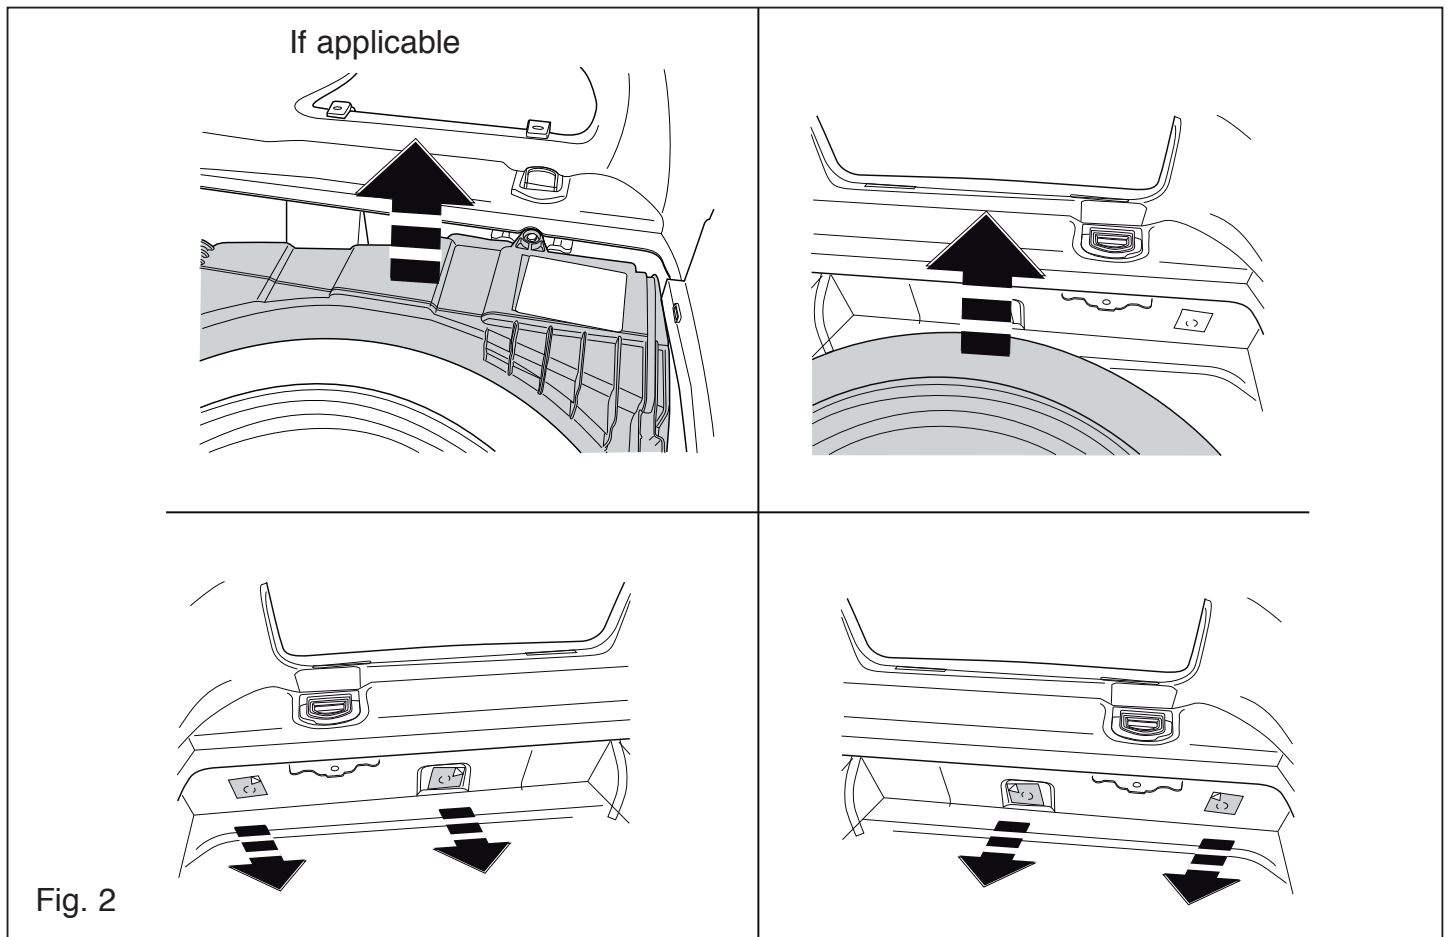

Fig. 2
2. Clear the boot and floor. See figure 2.
2. Den Fußboden im Kofferraum frei machen. Siehe Abbildung 2.
3. Gegebenenfalls die Aufkleber bei den Befestigungspunkten entfernen. Siehe Abbildung 2.
2. Dégager le plancher du coffre. Voir la figure 2.
3. Le cas échéant les autocollants placés sur les points de fixation. Voir la figure 2.
2. Ryd bunden i bagagerummet. Se fig. 2.
3. Fjern evt. mærkaterne ved montagepunkterne. Se fig. 2.
2. Освободить дно багажного отсека. См. рисунок 2.
3. По мере необходимости, удалить наклейки на местах крепления. См. рисунок 2.